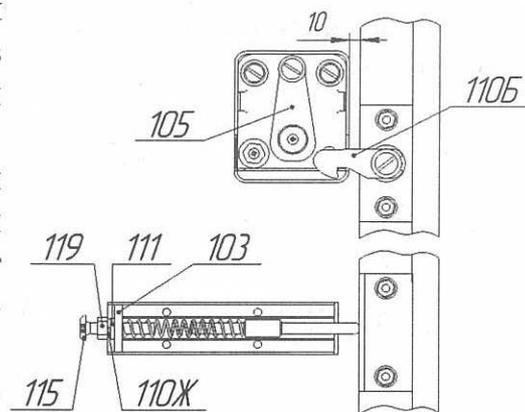

Рис.11
К панели поз.42 присоединить механизм фиксации поз.105, используя винты поз.114, шайбы поз.121 (рис.1.2.3). Присоединить к панели поз.42 механизм выталкивания, состоящий из деталей поз. 103, 104, 107, 108, 109, 110Ж, 111, 115, 119 (рис.1.2.4 и рис.11). Винт поз.115 ввинтить в корпус поз.103 на несколько оборотов (рис.11). Для закрепления к коробу использовать винты М6х30 потай. головка поз.117. На головки винтов поз.117 установить заглушки поз.120 (рис.1.2.4).
11. Отрегулировать упор, установленный по рис.1.2.4. Для этого поднять раму кровати в вертикальное положение. Надавить на раму в области установленного механизма фиксации поз.105. Вращением винта М8х45 поз.115 добиться, чтобы рама кровати не доходила до касания с механизмом фиксации поз.105 (рис.11) 10мм. Придерживая от вращения винт поз.115, затянуть гайку поз.119 до упора так, чтобы шайбы поз.110Ж и поз.111 оказались прижаты к корпусу поз.103.
Для этого поднять кровать в вертикальное положение. Надавить на верхний угол рамы кровати около механизма фиксации поз.105 до зацепления собачки поз.110Б за механизм фиксации поз.105 (рис.11, 3.3, 3.3.2). Должен быть слышен чёткий щелчок. Повторное нажатие приведёт к отсоединению собачки и наклону рамы кровати для дальнейшего опускания в горизонтальное положение.